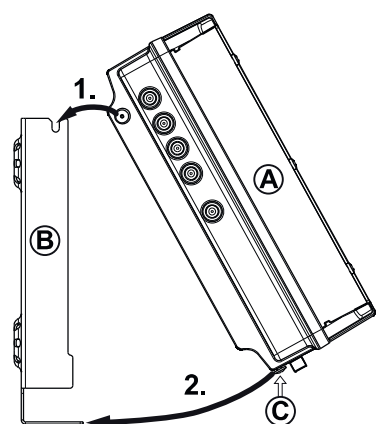

Fig. 3: Accrocher la station de tête
1. Montez le support mural à l'horizontale sur la surface de montage ; voir ⊕ sur la Fig. 3. Important :
2. Accrochez la station de tête ⊕ dans le support mural ⊕ ; voir Fig. 3.